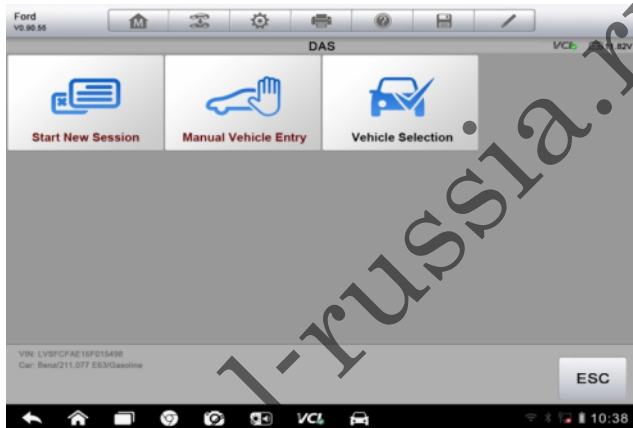

Рисунок 4-5 Пример меню выбора автомобиля
4. Выберите **Manual Vehicle Entry** [Ручной ввод информации об автомобиле] в меню выбора автомобиля. (Рисунок 4-5). Отобразится последовательность информационных окон. Нажмите кнопку **Yes [Да]**, чтобы продолжить.